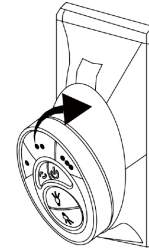

Figura 28
**Paso 2.** Para que el ventilador funcione, instale dos baterías CR2032 de 3 V (incluidas). Las baterías deben instalarse con el lado positivo (+) hacia arriba. Reemplácelas con baterías CR2032 cuando sea necesario. (Figura 28)